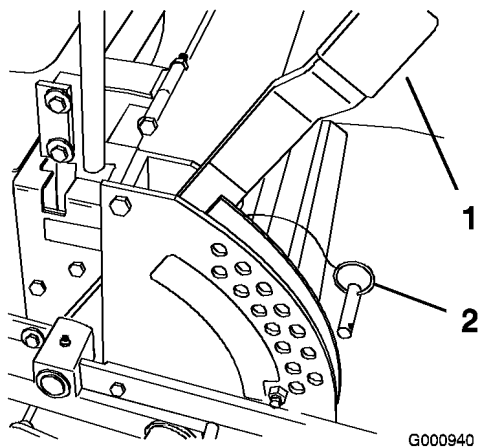

Figure 19
1. Relevez le levier de sélection de hauteur de coupe en position de transport (qui correspond aussi à la hauteur de coupe de 114 mm (4,5 pouces)) (Figure 19).
2. Pour changer de hauteur de coupe, retirez l'axe de chape du support de hauteur de coupe (Figure 19).
- Placez l'axe de chape dans le trou du support correspondant à la hauteur de coupe voulue (Figure 19).